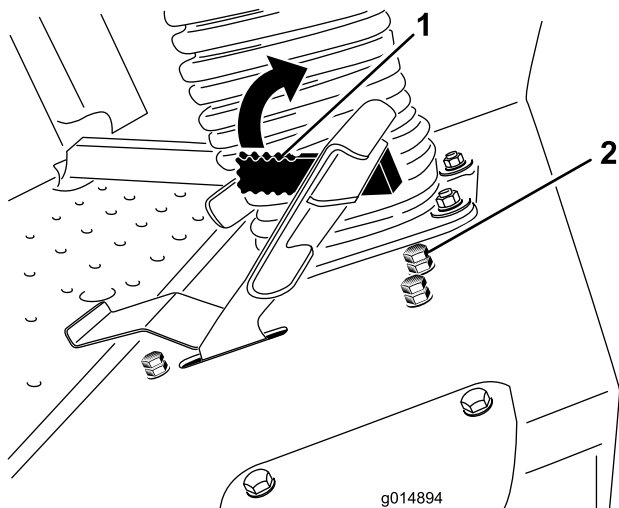

Figure 61
Le levier limiteur de vitesse de tonte (Figure 61) peut être basculé en avant pour limiter la vitesse de déplacement pendant la marche.
- Desserrez l'écrou de blocage sur le boulon d'arrêt du limiteur de vitesse de tonte (Figure 61).